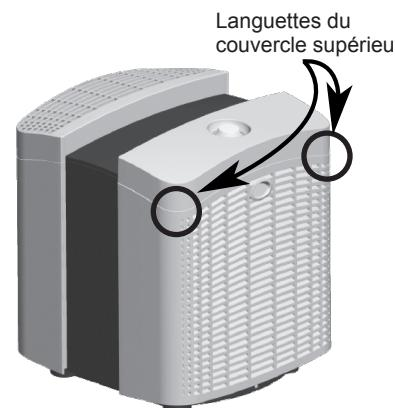
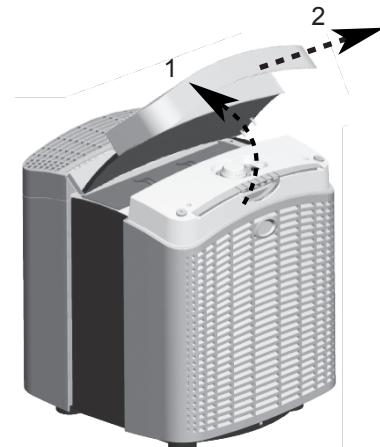

Fig. 4a - Languettes du couvercle supérieur
Fig. 4b - Retrait du couvercle supérieur
2. Retirez le couvercle supérieur. Placez les doigts sous les languettes aux coins avant du couvercle supérieur. Voir figure 4a. Soulevez l'avant du couvercle supérieur, puis tirez-le vers l'avant. Voir figure 4b.